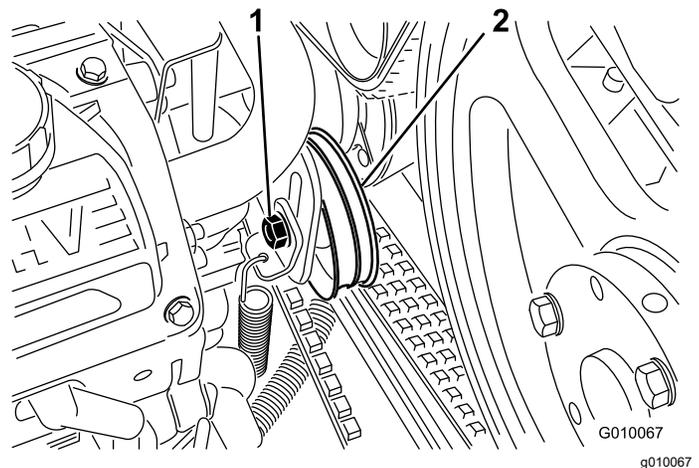

Bild 59
4. Lösen Sie die Spannschraube des Pumpenriemens gerade so weit, dass er sich im Einstellschlitz bewegen kann (**Bild 59**).